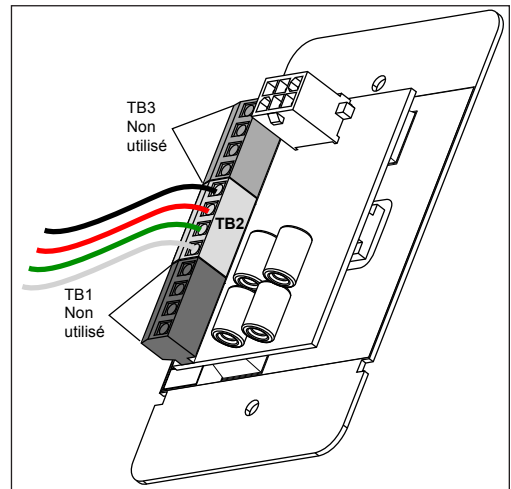

Figure 35: Câblage de la boîte de jonction intérieure
3. Connectez le câble 22 AWG à 4 conducteurs selon le tableau suivant à la fiche de terminal derrière la façade, comme indiqué en **Figure 35**.